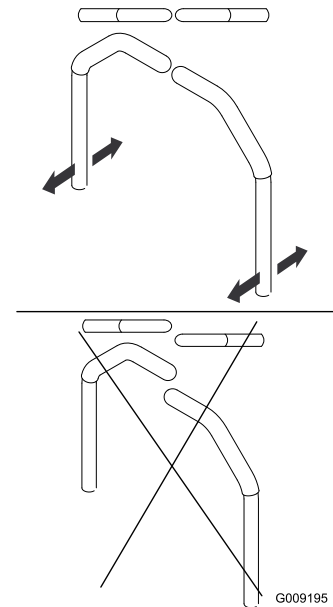

Figura 61
4. Ajuste la posición delante/detrás de las palancas acercándolas a la posición de punto muerto y deslizándolas hasta que queden alineadas, y luego apriete los pernos (Figura 61).